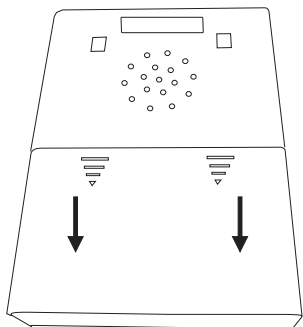

Figure 5 : Compartiment à piles du récepteur « signolux »
- a) A l'arrière du boîtier se trouve le compartiment à piles qui s'ouvre en glissant prudemment le couvercle vers le bas (voir fig. 5).